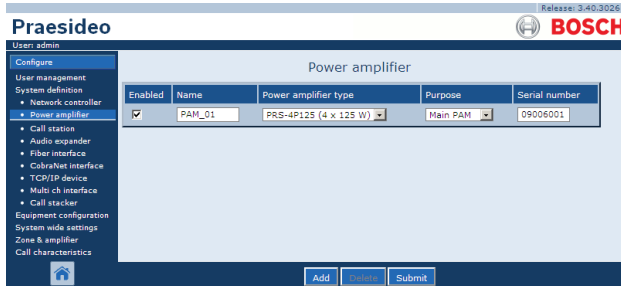

Abbildung 42.7: Neue Endstufe hinzufügen, Schritt 4
- 3 Geben Sie die Daten der Endstufe ein (in Abbildung 42.7 ist ein entsprechendes Beispiel abgebildet).
- 4 Klicken Sie auf die Schaltfläche *OK*, um die Endstufe zur Liste der Endstufen des Systems hinzuzufügen. Im Main Frame der webbasierten Benutzeroberfläche wird ein Bildschirm angezeigt, der dem in Abbildung 42.7 gleicht.